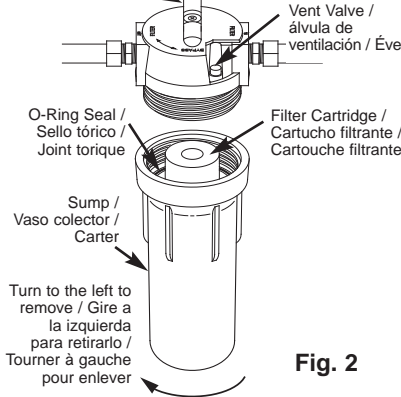

Fig. 2
1. Turn the filter valve handle to the "BYPASS" position (See Figure 2). To relieve pressure in the filter, press the vent valve on top of the filter (See Figure 2). Some water may leak out of the vent valve as pressure is being relieved.
2. Turn the sump to the left to remove from the head (See Figure 2). Be careful, as the sump is full of water. Do not lose the large o-ring seal.
2. Gire el vaso colector a la izquierda para retirarlo del cabezal. (Vea la Fig. 2.) Tenga cuidado. El vaso colector está lleno de agua. No pierda el aro tórico grande.
1. Tournez la manette du robinet du filtre sur CONTOURNER (BYPASS) (voir figure 2). Pour relâcher la pression à l'intérieur du filtre, appuyez sur l'évent situé sur le dessus (voir figure 2). De l'eau peut s'écouler de l'évent lors de la dépressurisation.